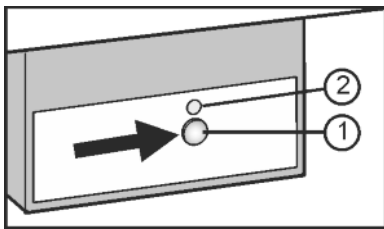

Fig. 9
- ▶ Appuyer sur la touche On/Off Fig. 9 (1) afin que la DEL Fig. 9 (2) s'allume.